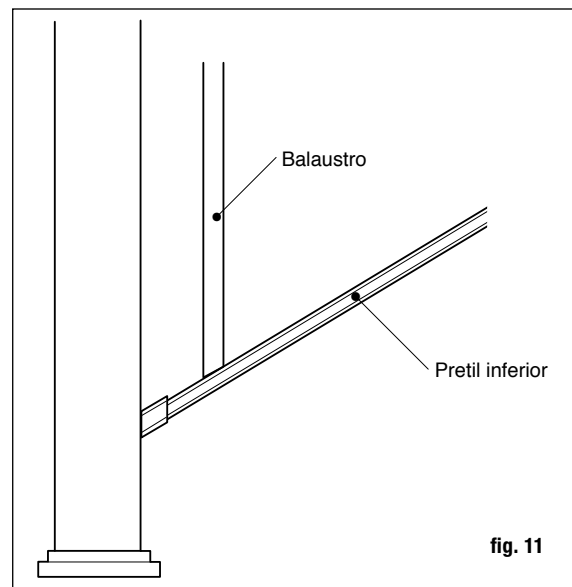

fig. 11
**Paso 8** Coloque un balaustre dentro de cada orificio taladrado en el barandal inferior. Asegúrese de que el balaustre esté bien apoyado sobre el barandal (fig. 11).